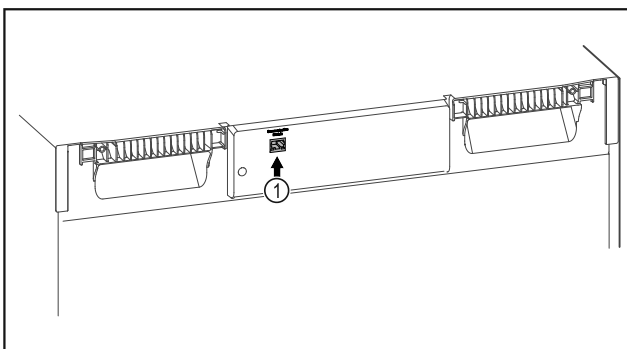

Fig. 114
- SmartModule Fig. 114 (1) установлен.